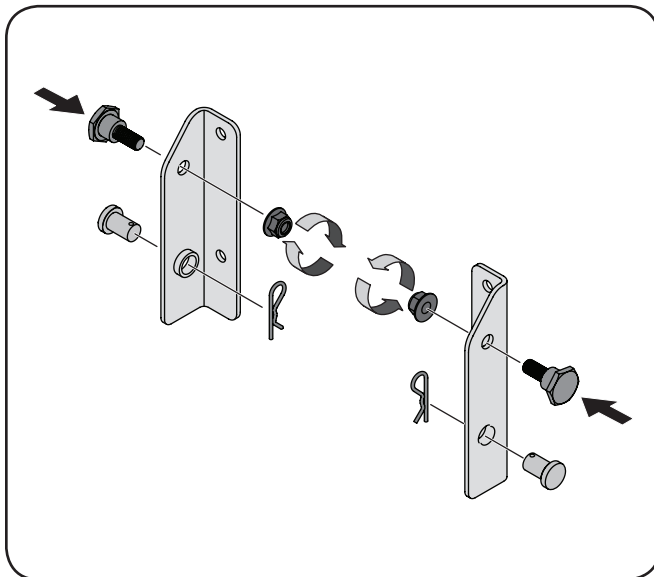

Figure 4-1
1. Installez un boulon à épaulement fourni dans le jeu de montage, sur chaque support et fixez-les avec les contre-écrous à épaulement également inclus dans le jeu de montage. Consultez la Figure 4-1.
2. Installez un axes à épaulement fourni dans le jeu de montage, sur chaque support et fixez-les avec les goupilles à cliquer inclus dans le jeu de montage. Consultez la Figure 4-1.